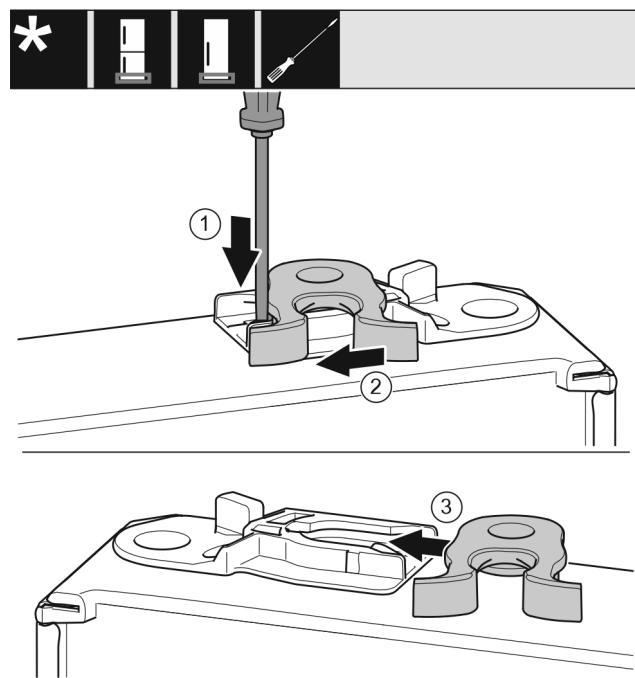

Fig. 18
- S ploščatim izvijačem potisnite spono navzdol. Fig. 18 (1)
- Zapiralni kavelj povlecite iz vodila. Fig. 18 (2)
- Zapiralni kavelj na drugi strani potisnite v vodilo. Fig. 18 (3)